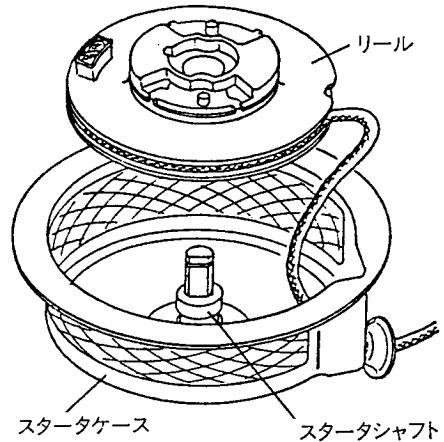

Fig 12-3
(4) Fig 12-3 の様にスタータケースより、リールを取り出して下さい。